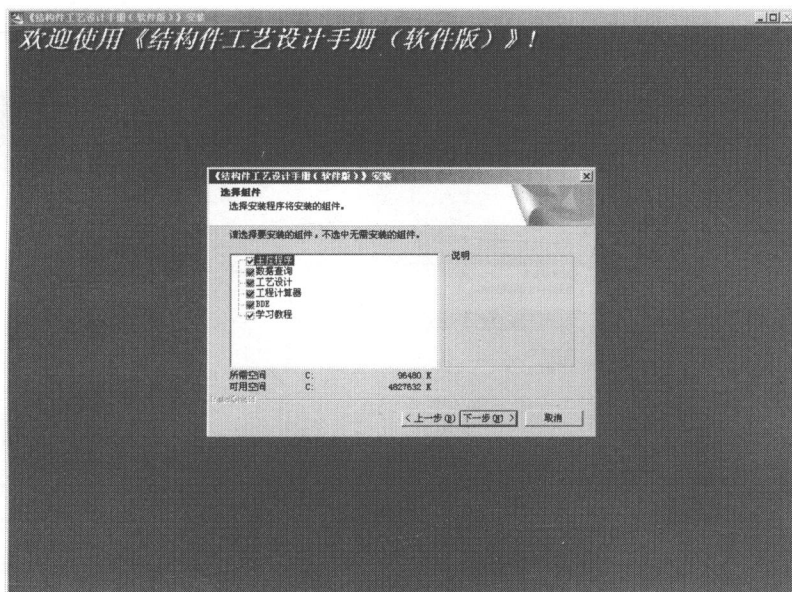

图 1-7 选择组件界面
(7) 进入如图 1-7 所示的选择组件界面。在此界面中可以选择要安装的组件（主控程序